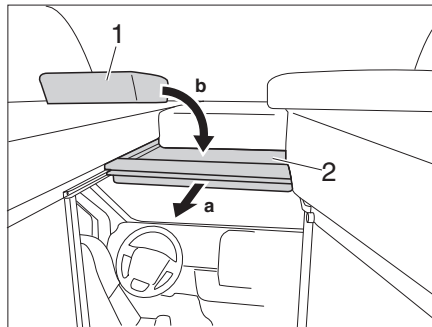

Bild 62 Fahrerhausabtrennung
- Bettunterbau (Bild 62,2) am Griff nach vorne ziehen.
- Polster (Bild 62,1) auf Bettunterbau legen.
- Polster (Bild 62,1) zur Seite legen
- Bettunterbau (Bild 62,2) nach hinten schieben.